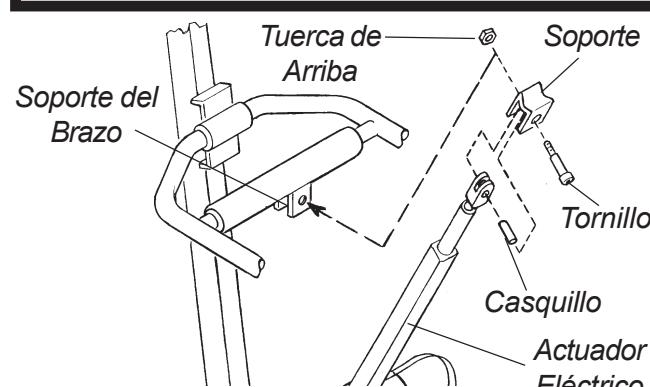

FIGURA 2 - UNIENDO EL ACTUADOR ELECTRICO AL MASTIL
**UNIENDO EL ACTUADOR****ELECTRICO AL MASTIL (FIGURA 2)**
- Coloque el actuador eléctrico en el soporte que va en el brazo, según se muestra en la **FIGURA 2**.